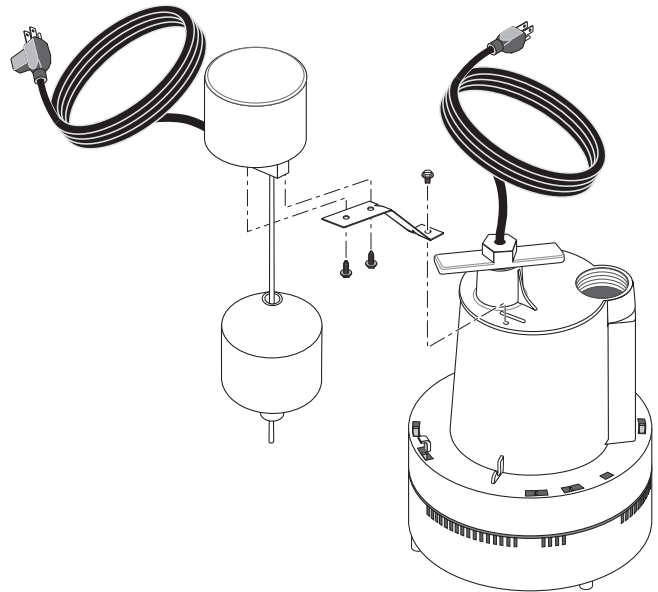

Figure 2 – Remplacement de l'interrupteur à flotteur vertical
- À l'aide des vis de fixation, poser le support sur le boîtier de l'interrupteur. Se reporter à la Figure 2.